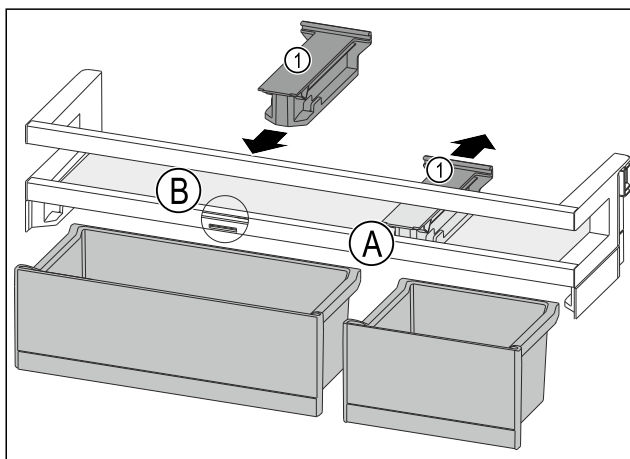

Fig. 88
- ▶ Pociągnąć element trzymający Fig. 88 (1) w pozycji Fig. 88 (A) do tyłu.
- ▶ Włożyć element trzymający Fig. 88 (1) w pozycji Fig. 88 (B).